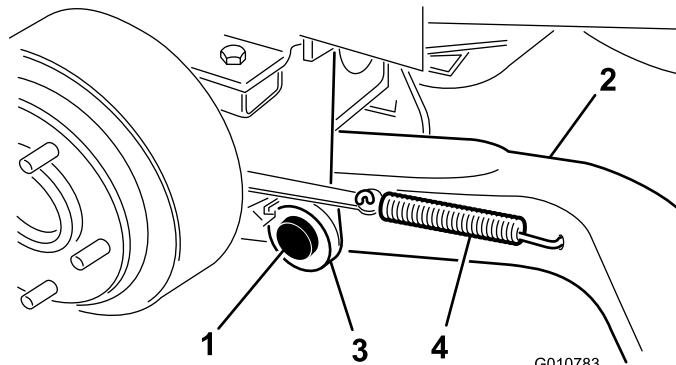

Figura 3
4. Montate un braccio di sollevamento sulla staffa orientabile con un perno girevole e una coppiglia (Figura 3). Montate il braccio di sollevamento con la parte piegata collocata verso l'esterno.
- Agganciate la molla di ritorno del freno nel foro presente sul braccio di sollevamento (Figura 3).